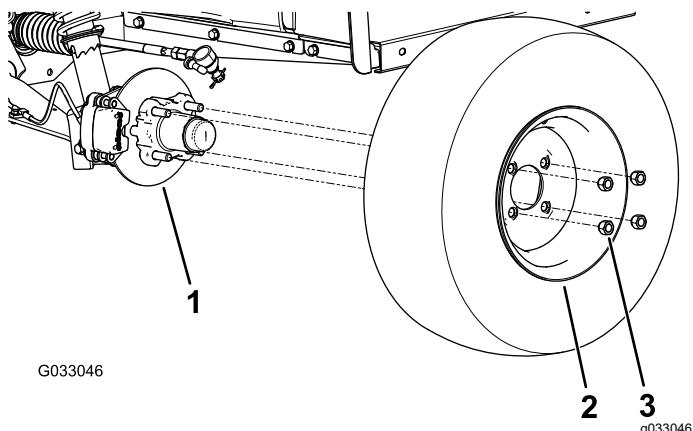

图 29
2. 卸下将车轮固定到轮毂上的4个车轮螺母图29。
4. 将车轮中的孔与轮毂中的螺栓对齐并将车轮安装到轮毂上阀杆向外 图 29。
5. 使用车轮螺母将车轮固定到轮毂上 图 29。